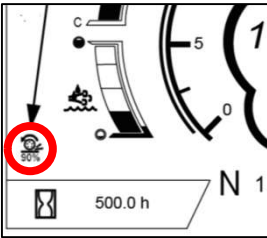

Fig. 2
2. La valeur « traction à la jante » est affichée sur l'affichage en bas à gauche, juste au-dessus de l'icône de l'horamètre comme montré à la Fig.2. Il est recommandé de diminuer le pourcentage d'adhérence sur les terrains tendres et de l'augmenter plutôt sur les sols fermes. Conservez une valeur moyenne (environ 80 %) sur les sols moyennement compacts et en présence de matériaux moyens-durs à déplacer. Un réglage correct de la jante empêchera le glissement des roues lors de la phase de remplissage du godet et garantira une pénétration plus efficace à bas régime.